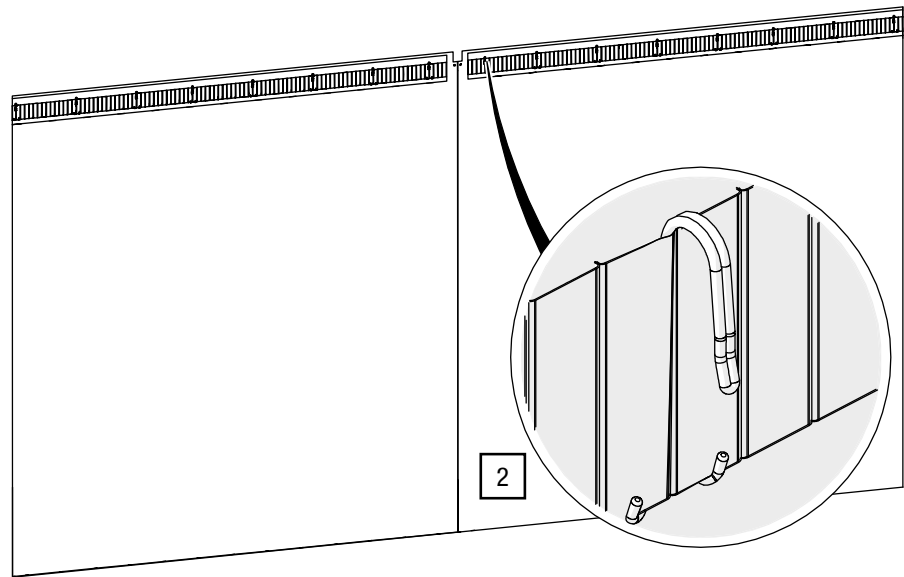

Abb. 112: Außenlagen – Haken in Faltenband positionieren
2. Kontrollieren Sie den korrekten Sitz (vergleiche Abb. 112).